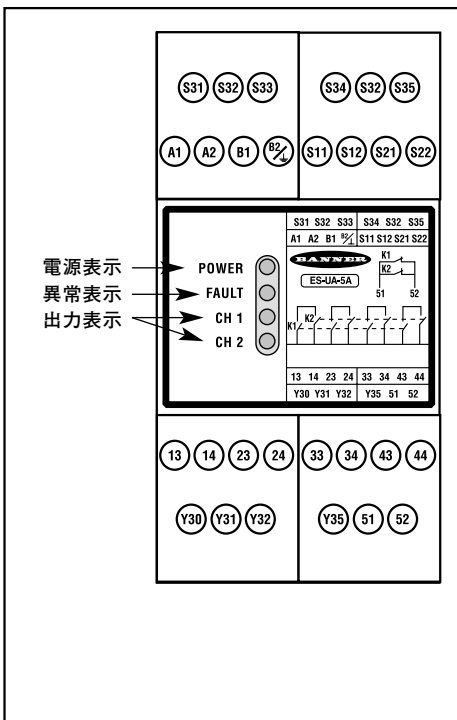
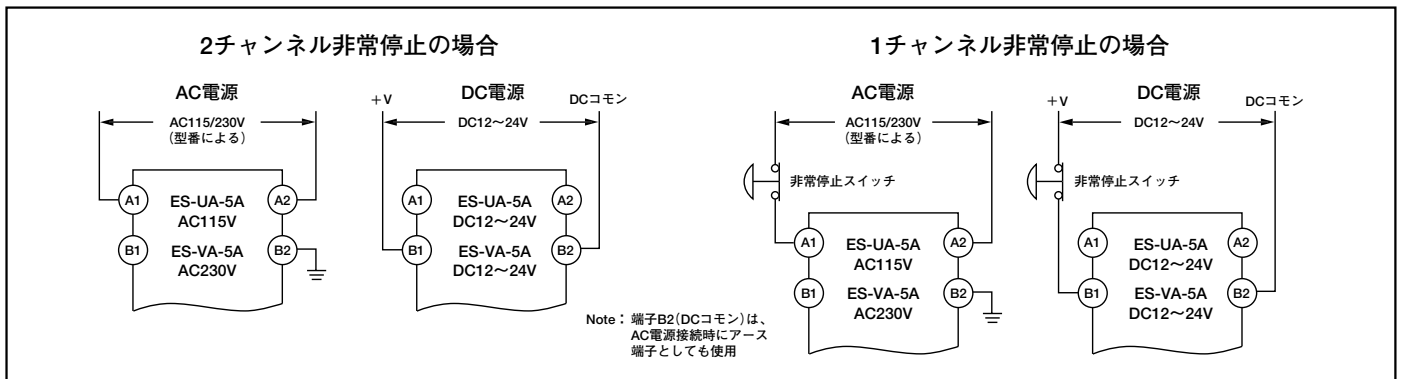

Fig.1 表示と端子配列
Fig.6 電源の接続
セーフティモジュールには、電源表示、異常表示、および出力表示 (CH.1とCH.2)が装備されています。Fig.1をご参照ください。調整やユーザーで交換可能な部品はありません。アフターサービスにつきましては、page 10の「修理」をご参照ください。
- 3) 非常停止セーフティモジュールのみに電源を供給してください。端子は、A1およびA2、またはB1およびB2です (page 7のFig.6参照)。電源表示 (page 3のFig.1参照)のみが点灯していることをご確認ください。この時点で、その他の2つの表示が点灯している場合は、電源を切りすべての配線をチェックしてください。問題の原因が解決したら、ステップ2へ戻ってください。